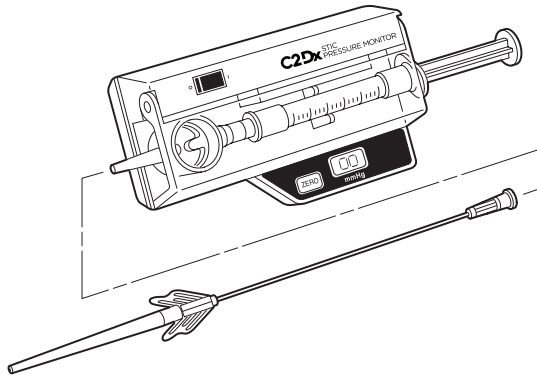

Figura 4
3. Ligue o cateter perfurado à haste de câmara cônica. Certifique-se de que estão bem encaixados. Consulte a figura 4.